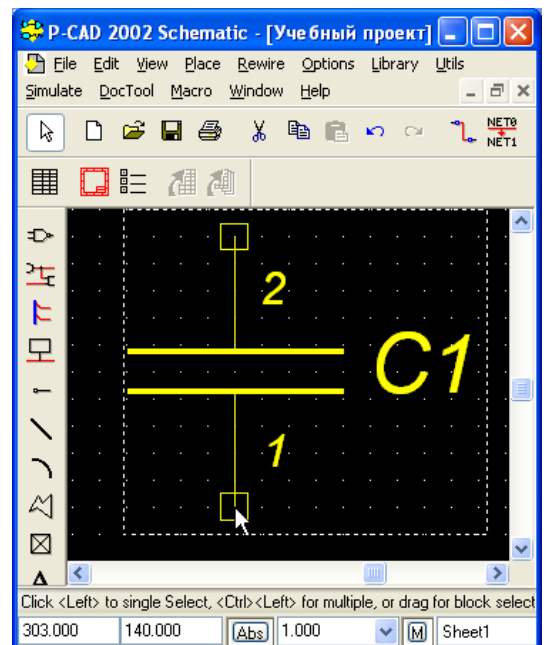

Рисунок 5.10 - Установка конденсатора K73-17-4.7
- Перейти в режим выделения элементов нажатием клавиши **Select** (Выбор)  и выделить ЛК введенный конденсатор (рис. 5.10).
- Выделить ЛК при нажатой клавише **Shift** первый номер вывода. Нажатиями на клавишу **R** (поворот на 90°), сориентировать этот номер горизонтально, а затем перетащить его на нужное место (см. рис. 5.10). Аналогичные действия